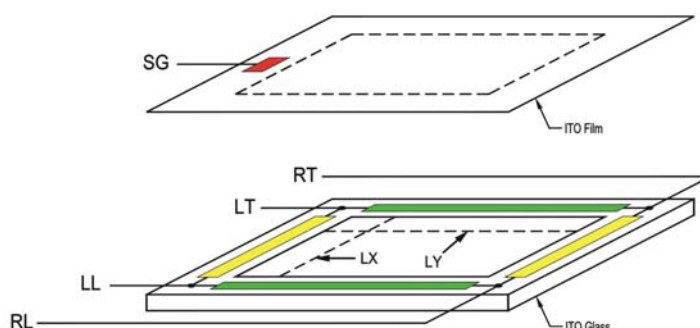
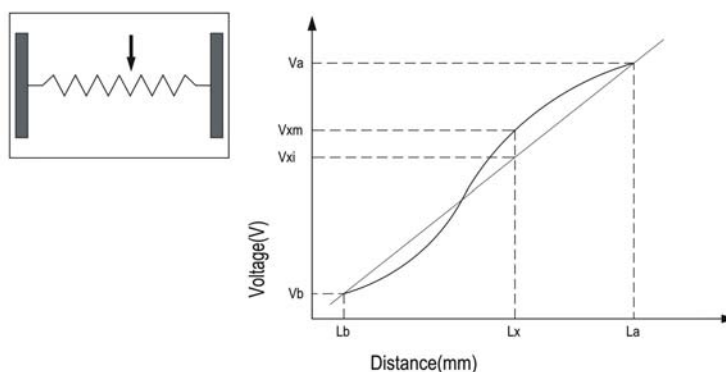

Figure 10-1
Figure 10-2
(1) Linearity Condition [線性測試條件]
Step 6: measure the voltage differences between RT and LT (or RT and RL) (Fig 10-1) (Fig 10-2)
[將 RT, RL 短路(或 RL, LL 短路)並接上 5V 的直流電, 另外將 LT, LL 短路(或 RT, LT 短路)並接上接地線圖 0V, 以 5.0mm 的間隔, 利用手寫筆(stylus)劃直線(如圖 2 中 LX 和 LY), 並量測 SG 的電壓, 量測並計算 RT 與 LT 間的電位差(或 RT 與 RL 間的電位差)] (Fig 10-1) (Fig 10-2)